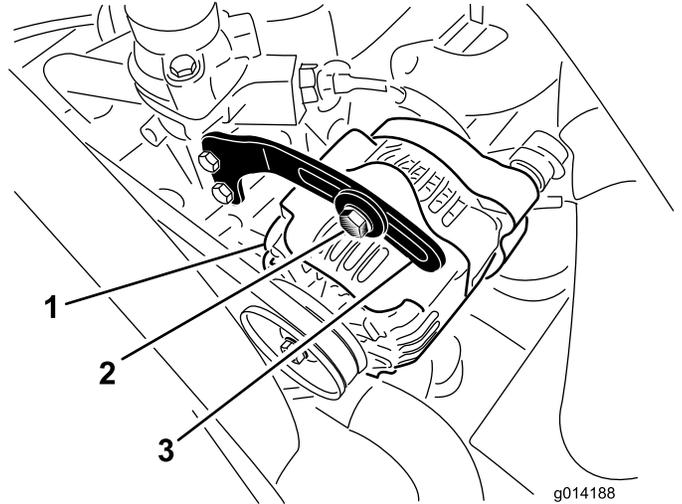

Figura 37
2. Verifique a tensão da correia do alternador, premindo-a (Figura 37) até meio caminho entre as polias do alternador e do cárter com uma força de 10 kg.
3. Desaperte o parafuso que prende o suporte ao alternador (Figura 37) e o parafuso da articulação do alternador.